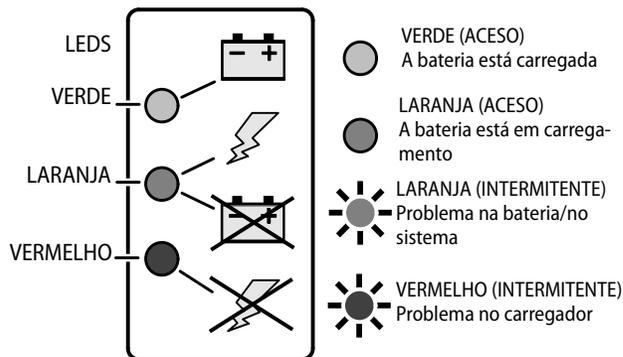

Figura 3-12. Autocolante de indicadores LED do carregador
3. Depois de ligado, o carregador realiza um rápido teste automático de indicadores LED. Os indicadores LED do carregador da bateria no carregador (Figura 3-12.), ficam intermitentes sequencialmente durante dois segundos. Estes indicadores LED podem ser visualizados pela abertura no painel traseiro onde se acede ao cabo CA do carregador.
Se tiver ocorrido uma falha durante o carregamento da bateria, o LED (LARANJA ou VERMELHO) no indicador LED do carregador (Ver Figura 3-12.) fica intermitente de acordo com a falha ocorrida. Consultar a Tabela 3-1 para obter informações sobre os códigos de intermitência LED do carregador e respectivo significado.